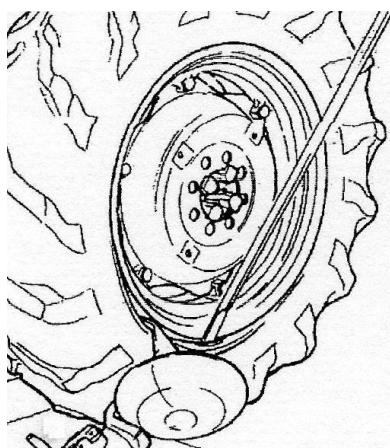

Рисунок 23
- Вставьте рычаг LA (см. Рисунок 23) между ободом и бортом справа от устройства.